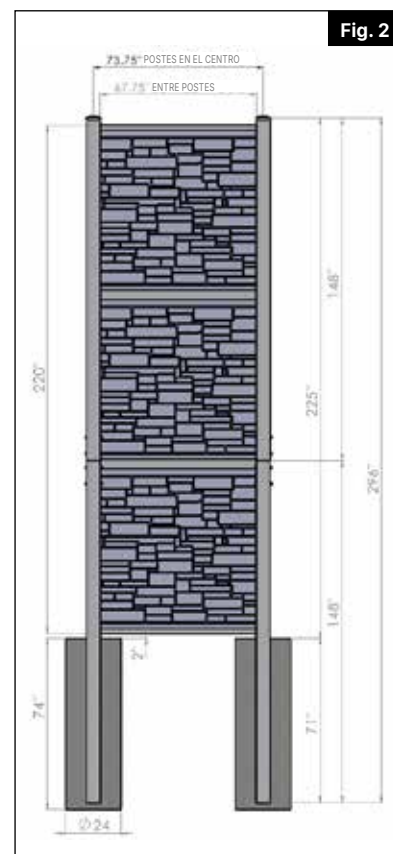

Fig. 2
- b. Inserte el empalme en la viga en I de 148" y alinee con los agujeros de tornillo y conecte los implementos entregados (pernos de $\frac{5}{8}$ "- 7" de largo, (2) arandelas planas, arandela de resorte y tuerca (Fig. 2).
- e. Instale el siguiente nivel soporte de nivel dejando un espacio de ½" entre la parte superior del panel de relleno y la parte inferior del soporte. Asegúrese de que el riel en H esté nivelado y conecte el riel a los soportes (Fig. 2).